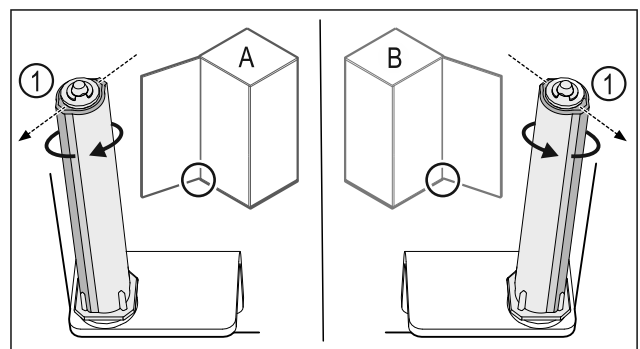

Fig. 26 Tope izquierdo (A) / tope derecho (B)
- Girar el sistema de cierre contra la resistencia hasta que el alma del sistema de cierre Fig. 26 (1) apunte hacia afuera.